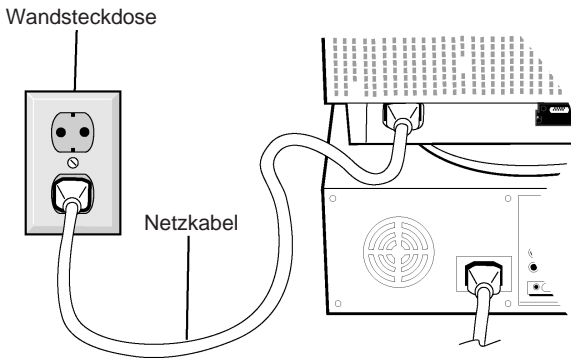

Abbildung C.1
4. Verbinden Sie das mitgelieferte Netzkabel auf einer Seite mit dem Monitor und auf der anderen Seite mit einer geerdeten Wandsteckdose in der Nähe des Monitors (Abbildung C.1).